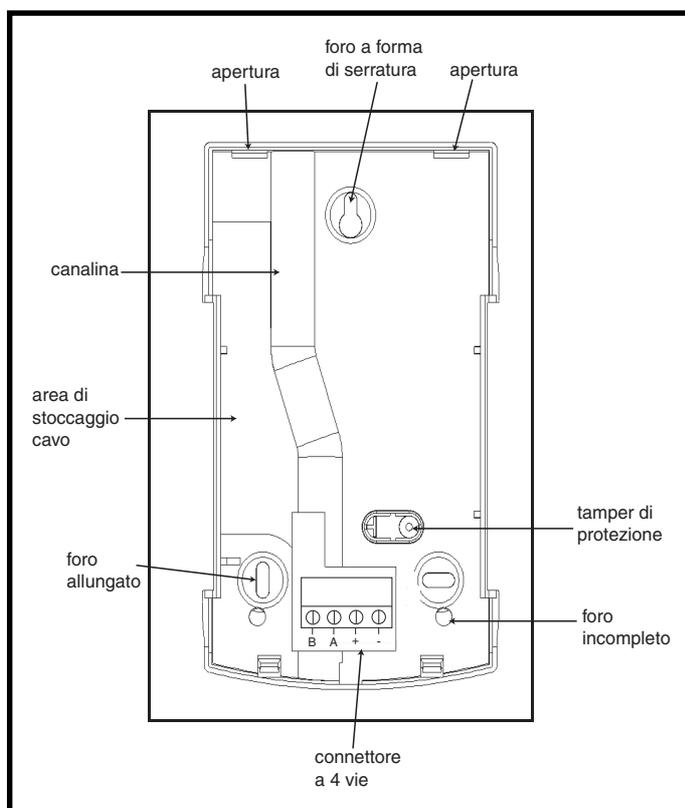

Figura 4-2. Installazione del pannello posteriore della tastiera MK7/KeyProx Galaxy
6. Per predisporre un tamper antistrappo, fissare il tamper di protezione alla parete con una vite a croce N. 6, come illustrato nella Figura 4-2. Accertarsi che il tamper sia ancora collegato al pannello posteriore.